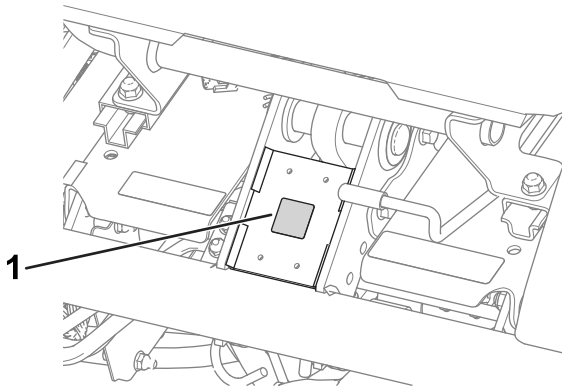

Figura 8
- Aplique o adesivo da marca CE na estrutura sob a frente do assento (Figura 8).